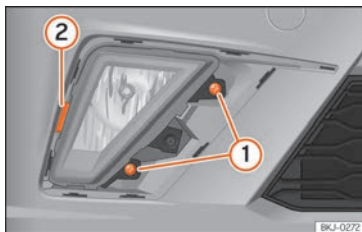

Fig. 59 Farol de nevoeiro: desmontar o porta-lâmpadas
- Retire os dois parafusos » **Fig. 59** ① e faça de alavanca no grampo ② para retirar o farol de nevoeiro.